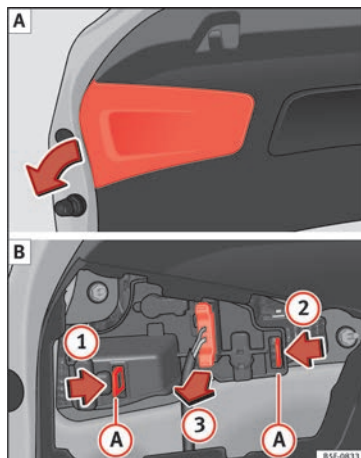

Abb. 113 Abdeckung der Gepäckraumklappe entfernen und Lampenträger ausbauen.
- Nehmen Sie die Gepäckraumklappe in Pfeilrichtung ab **» Abb. 113 A**.
- Entriegeln Sie die Befestigungslaschen **A** des Lampenträgers in Pfeilrichtung **1** und **2** **» Abb. 113 B**.
- Ziehen Sie den Lampenträger in Pfeilrichtung heraus **3** **» Abb. 113 B**.
- Bauen Sie den Lampenträger ein und achten Sie darauf, dass die Halteclips **A** **» Abb. 113 B** richtig befestigt sind.